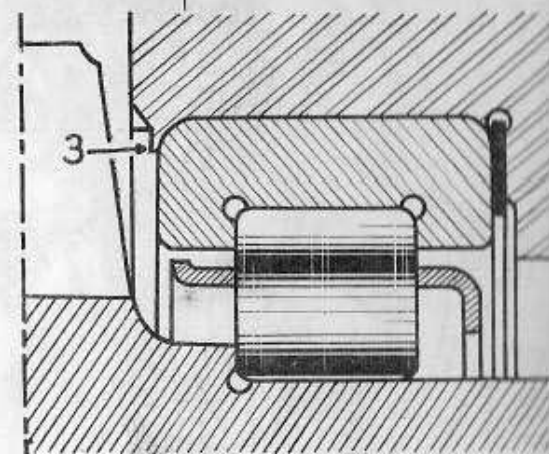

Fig. 80
- 5) A l'aide d'un petit burin, retirer la bavure formée par les quatre coups de matoir. Placer le palier arrière à plat sur deux briques, le roulement devant se trouver en dessous. Chauffer le palier au chalumeau sur toute la circonférence du logement du roulement. Le roulement doit tomber par son propre poids. Récupérer les cales de réglage (2).
- 6) Placer sur le palier arrière, après l'avoir nettoyé, une épaisseur de cales équivalente aux cales primitivement montées, moins 1/10. Chauffer le palier et poser le roulement neuf, puis l'ensemble sur le carter moteur, et monter un écrou sur deux. Les bloquer. Rechercher l'épaisseur de cales à placer derrière le roulement comme l'indique la méthode précédente. Le jeu du latéral doit être compris entre 0,05 et 0,10. Déposer le palier. Déposer le roulement du palier. Le jeu latéral du vilebrequin étant mesuré, préparer le jeu de cales (2) nécessaire au montage définitif.
N.B.- Nous rappelons qu'il faut toujours monter dans le palier avant un roulement avec un signe (-), ainsi que dans le palier arrière si le bras central du vilebrequin est marqué d'une croix (X), (s'il n'y a pas de croix, monter un roulement sans signe dans le palier arrière. Au montage les références marquées sur le roulement doivent être sur le dessus (côté vilebrequin), de ce fait le déflecteur de la cage des rouleaux se trouve orienté convenablement (Fig. 80).
- 7) Le palier étant posé à plat, le chauffer. Dès que la dilatation est suffisante, placer le jeu de cales, puis le roulement. Sertir le roulement en quatre points équidistants. Les points de matage (3) doivent avoir un \varnothing de 4, profondeur mini 0,7, maxi 1,1. Maintenir le roulement depuis l'emmanchement jusqu'à la fin de l'opération de sertissage. Faire cette opération avant le refroidissement du palier. A l'aide d'un jeu de cales, vérifier l'absence de jeu entre le roulement, les cales et le fond du logement.